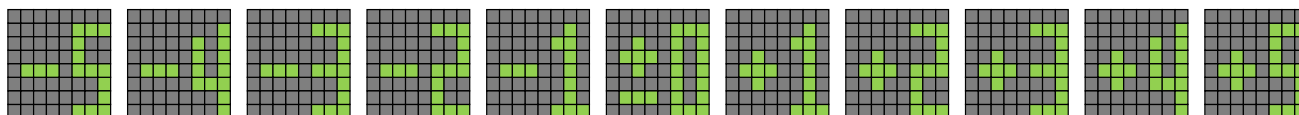

図 1-11 音高情報表示一覧
- 音高情報表示中のマトリクス LED 表示内容は図 1-11 のとおりです。(黒は消灯、緑で点灯)